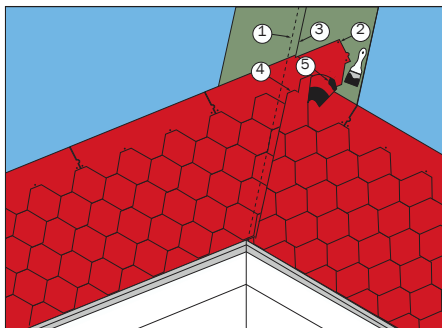

Рис. 18
Сначала монтаж рядовой черепицы выполняют на малоуклонном скате с нахлестом на более крутой скат на величину не менее 30 см (рис. 18). Каждая черепица дополнительно фиксируется с помощью кровельных гвоздей в верхней части (2). Не следует прибивать специ-